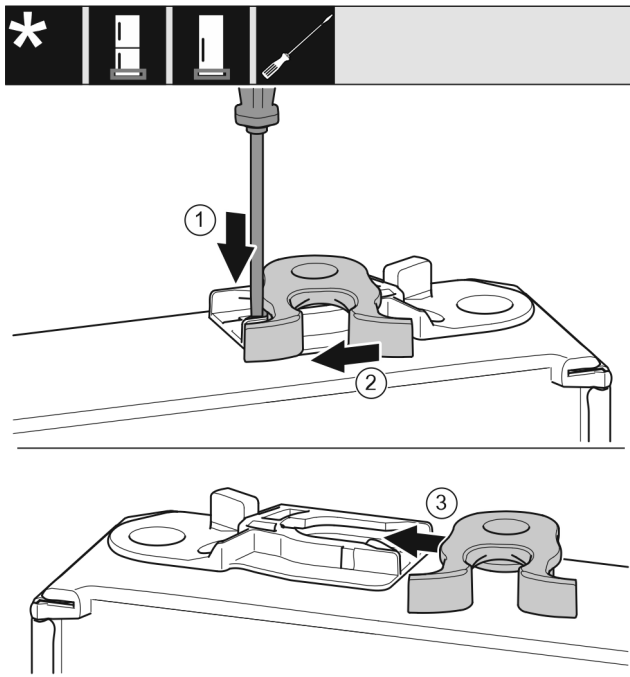

Fig. 16
- ▶ Shtypni për poshtë gjuhëzën me një kaçavidë me kokë petë. Fig. 16 (1)
- ▶ Nxirrni jashtë nga foleja udhëzuese grepat e mbylljes. Fig. 16 (2)
- ▶ Shtyni poshtë grepat e kapjes në fole të udhëzues në anën tjetër. Fig. 16 (3)